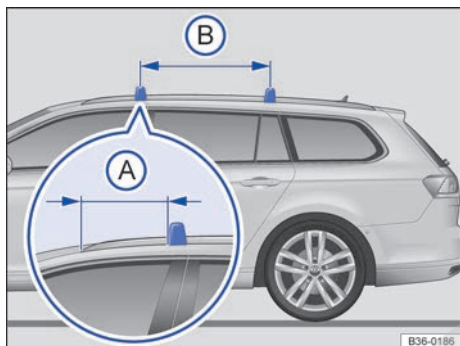

Fig. 261 Barra longitudinal del techo: fijación de las barras transversales.
Las barras transversales se montan en las barras longitudinales del techo. La distancia de la barra transversal delantera con respecto al soporte delantero de la barra longitudinal del techo deberá ser de → fig. 261 (A) 39 cm. La distancia entre las barras transversales (B) deberá ser de aprox.
- Monte las barras transversales respetando siempre las distancias que se indican en la figura → fig. 261.